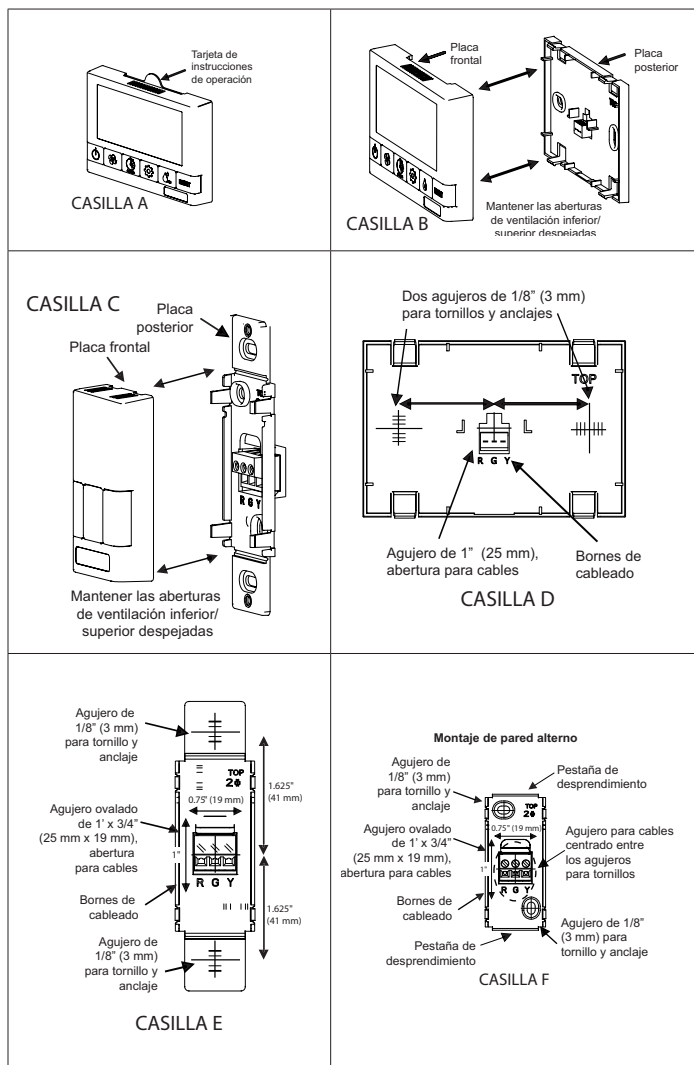

Figura 33. Instalación del control digital
1. Para el control digital de 5 velocidades/5 modos, quite la tarjeta de instrucciones de operación del extremo superior del control (Figura 33, Casilla A).
2. Separe con fuerza la placa frontal de la placa trasera (Figura 33, Casilla B o C). Tenga cuidado para no dañar las clavijas de contacto de la placa frontal.
3. Para el control digital de 5 velocidades/5 modos, coloque la placa trasera del control en la ubicación deseada en la pared y marque con un lápiz los agujeros derecho e izquierdo para los tornillos (Figura 33, Casilla D).
- Para el control del deshumidificador/ventilación de montaje en la pared, coloque la placa trasera del control en la ubicación deseada en la pared y marque con un lápiz los agujeros superior e inferior para los tornillos (Figura 33, Casilla E o F). Para montar el control sin una placa decorativa, desprenda las pestañas superior e inferior y consulte la Figura 33, Casilla F para el montaje.
- Quite la placa trasera de la pared y marque el agujero central para los cables en el medio de los agujeros para los tornillos. Consulte la Casilla D, E o F en Figura 33 para ver las dimensiones.
- Taladre (dos) agujeros de 1/8 pulg. (3 mm) para los tornillos y anclajes de pared (Figura 33, Casilla D, E o F). Para el control digital de 5 velocidades/5 modos, taladre un agujero de una pulgada en el centro (Figura 33, Casilla D). Para el control del deshumidificador/ventilación de montaje de pared, corte un agujero ovalado de 3/4 pulg. (19 mm) por 1 pulg. (25 mm) en la pared (Figura 33, Casilla E o F)..
- Conecte el rojo, verde y amarillo a los bornes de cableado en la placa trasera (Figura 33, Casilla D, E o F).
- Conecte la placa frontal a la placa trasera (Figura 33, Casilla B o C).
- Para el control digital de 5 velocidades/5 modos, inserte la tarjeta de instrucciones en el control (Figura 33, Casilla A).